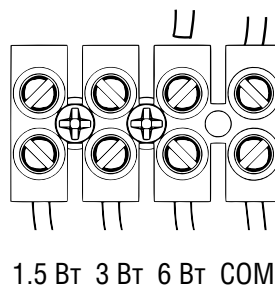

Рисунок 8.1 Подключение к клеммной колодке громкоговорителя
1. Подвести соединительный кабель к клеммной колодке громкоговорителя (см. Рис. 8.1).